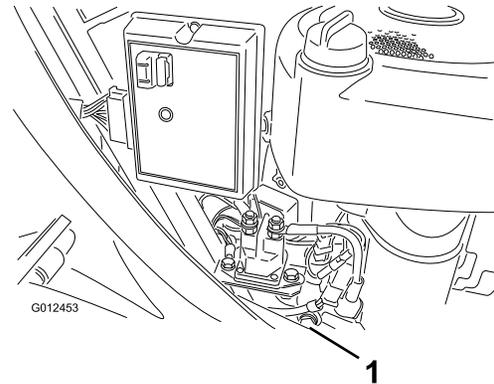

Figura 24
9. Retire el tapón de vaciado de aceite para que se vacíe el aceite (Figura 24).